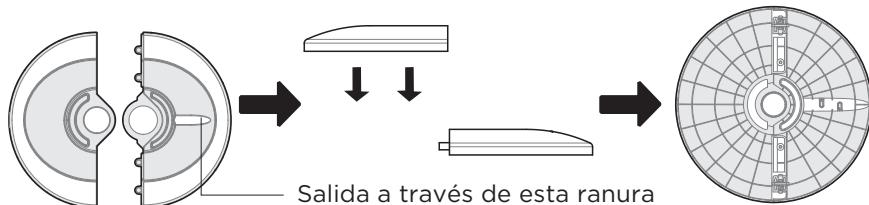

Fig.1
1. Saque el cuerpo del ventilador y las piezas de repuesto de la caja. Coloque la base delantera sobre la trasera y únalas. (Ver Fig. 1)